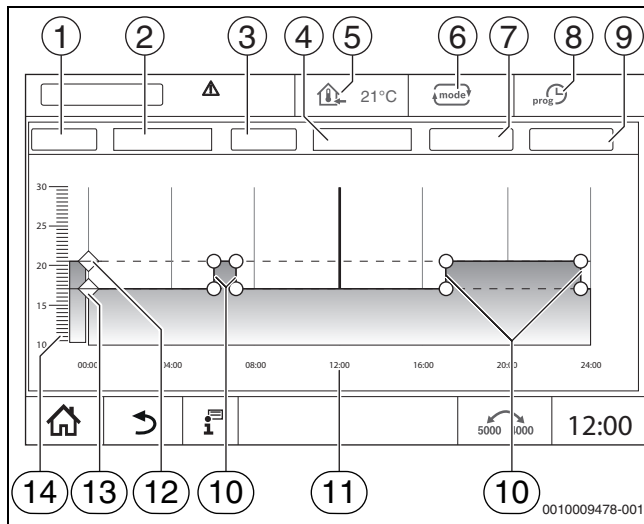

Рис. 26 Временная программа
- ▶ Коснитесь символа , удерживайте его и потяните до нужной температуры (→ рис. 26, [15], стр. 23).
- ▶ Коснитесь знака и выберите из списка день недели (→ рис. 26, [2], стр. 23) и нужную программу (→ рис. 26, [4], стр. 23).